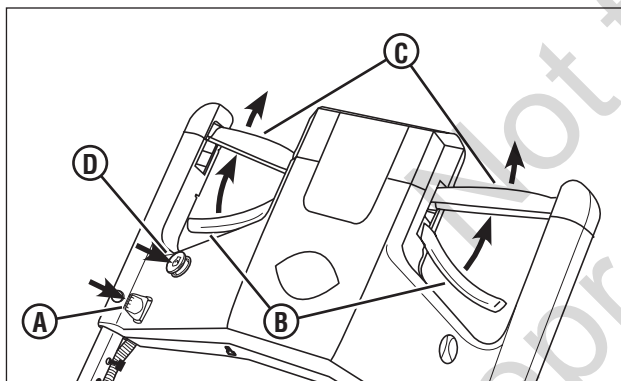

Figure 3 : Démarrage de la tondeuse
1. Insérer la clé de démarrage (**A**, Figure 3) dans la fente de connexion sur la console de commande.